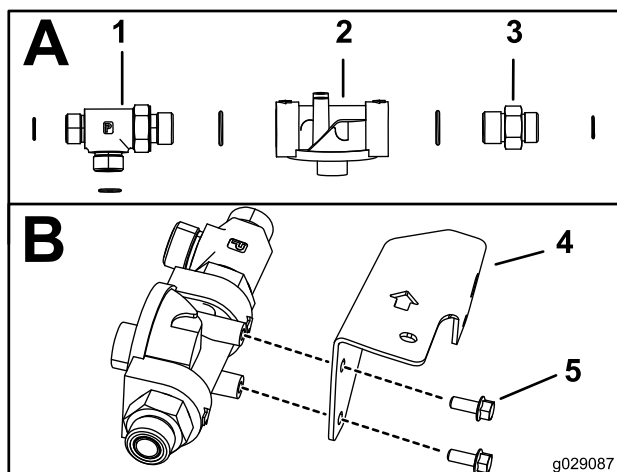

Рисунок 11
1. Установите тройник (наружная резьба 5/8 x 5/8 x 3/4 дюйма), переходной штуцер (наружная резьба 5/8 x 3/4 дюйма) и уплотнительные кольца на головку фильтра в сборе, как показано на виде А на Рисунок 11.
2. Установите головку фильтра на кронштейн головки фильтра при помощи двух болтов (1/4 дюйма), как показано на виде В на Рисунок 11.